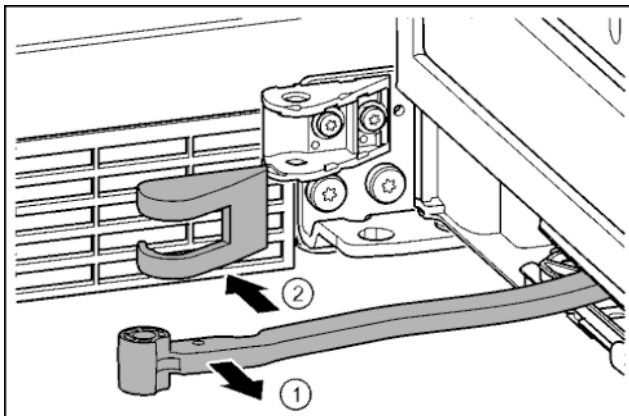

Fig. 16
- Повернуть шарнир в направлении двери. Fig. 16 (1)
- Снять крышку опорного кронштейна. Fig. 16 (2)